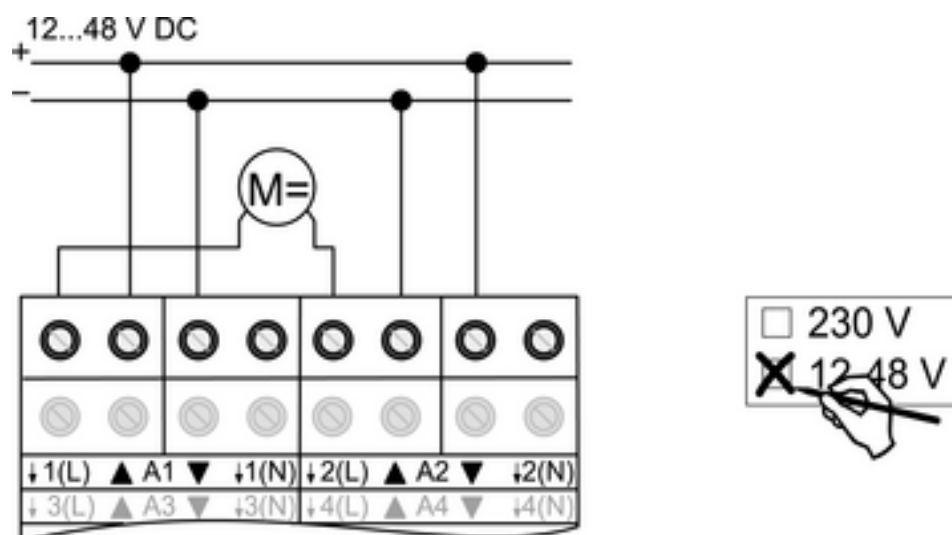

Рисунок 8
- Подключить двигатели (рисунок 8).
- Указать применение **12-48 V** на этикетке (рисунок 8).